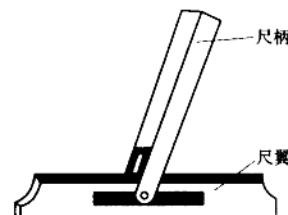

图1-1 活络尺
6) 活络三角尺：也叫活络尺或板尺，如图1-1所示，可用于检查两斜面的交角是否符合要求或画规定角度的斜线。